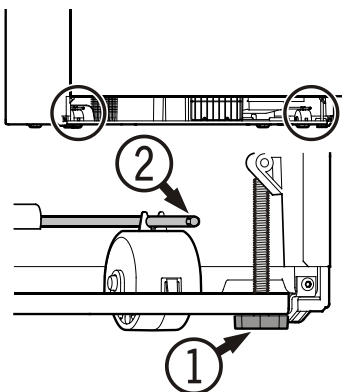

Figura 16
Nivelación del aparato - Figura 16
Para evitar que el aparato se incline hacia adelante las patas de regulación ① (Figura 16) deben estar en contacto con el piso.
2. Retire la película protectora azul del filtro de polvo provisto e inserte el filtro en la abertura en el área del zócalo según se muestra en la **Figura 16**. Añada el filtro en la parte inferior, presione el botón y empuje hasta que haga clic.